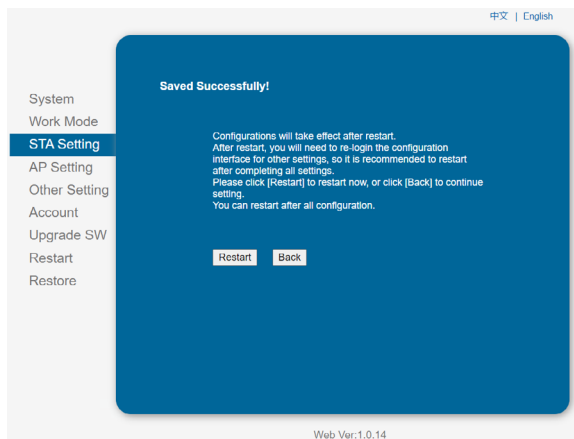

Fig. 49. Configuration du réseau Wi-Fi enregistrée.
- Le système affiche alors le message « Saved Successfully ». Cliquer ou appuyer sur « Restart » pour terminer la configuration du réseau Wi-Fi (cf. Fig. 49).